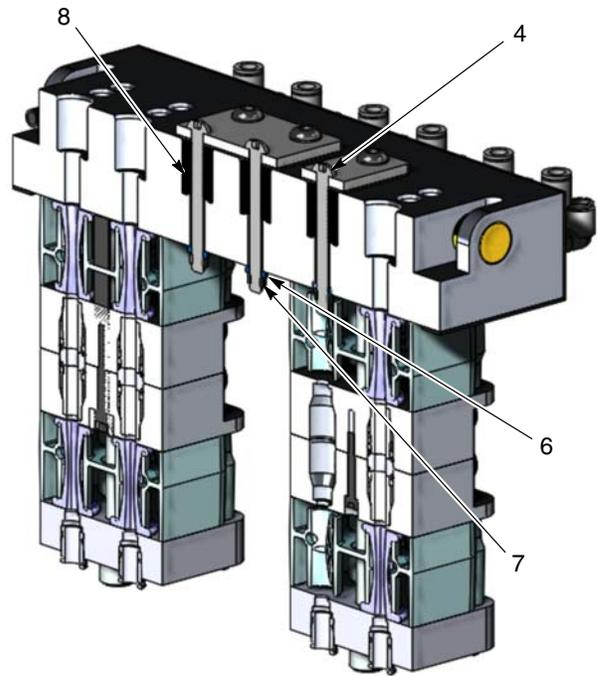

Figura 18 Vista transversal del distribuidor de bomba del bloque de sifón
3. Insertar el tornillo de casquete redondeado de 65 mm (4) a través de la parte superior de la placa obturadora.
4. Ver la figura 18. Desde el lado inferior del distribuidor de bomba, la arandela (6) se desliza por el tornillo de casquete redondeado de 65 mm (4) y luego por la tuerca (7).
5. Utilizando una llave Allen de 5 mm, insertar el tornillo de casquete redondeado de 25 mm (3) en el puerto roscado de la bomba.